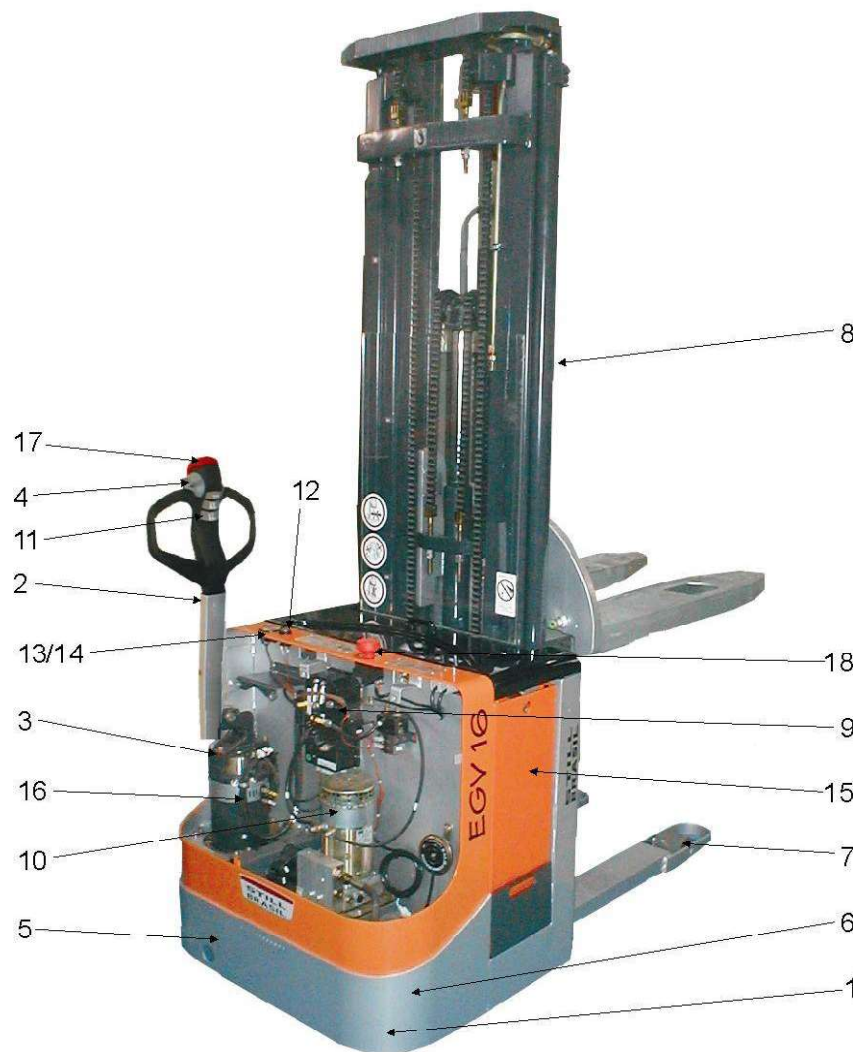

FIGURA 1
3.2 - DESCRIÇÃO TÉCNICA DO EQUIPAMENTO STANDARD - (FIGURA 1)